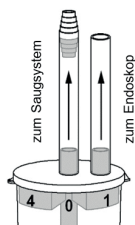

Abb. 1
1. 将软管从疏水阀的中间接口连接到抽吸系统（图1）。
2. 将外部连接器连接到内窥镜（图1）。